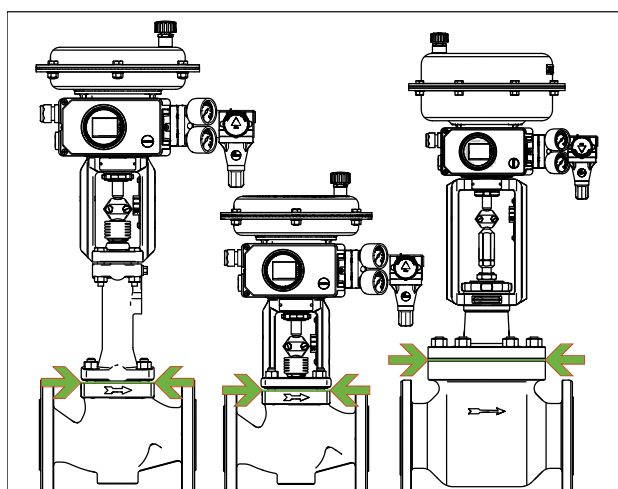

Bild 15: Grenze der Einisolierung von Stellventilen (Beispieldarstellung)
- ⇒ Stellventile nur bis zum Deckelflansch der Ventilgehäuse einisolieren, vgl. Bild 15. Dies gilt auch für Ausführungen mit Balg- oder Isolierteil bei Mediumtemperaturen unter 0 °C oder über 220 °C. Wird das Isolierteil mit einisoliert, verliert es seine Funktion!